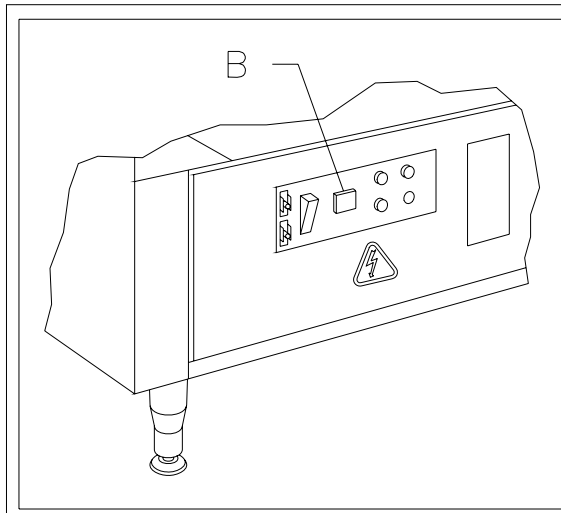

FIG. 6
- b) Ruotare la colonna fino alla posizione desiderata agendo sul pulsante di ricarica situato sul pannello elettrico rif. B fig.6.